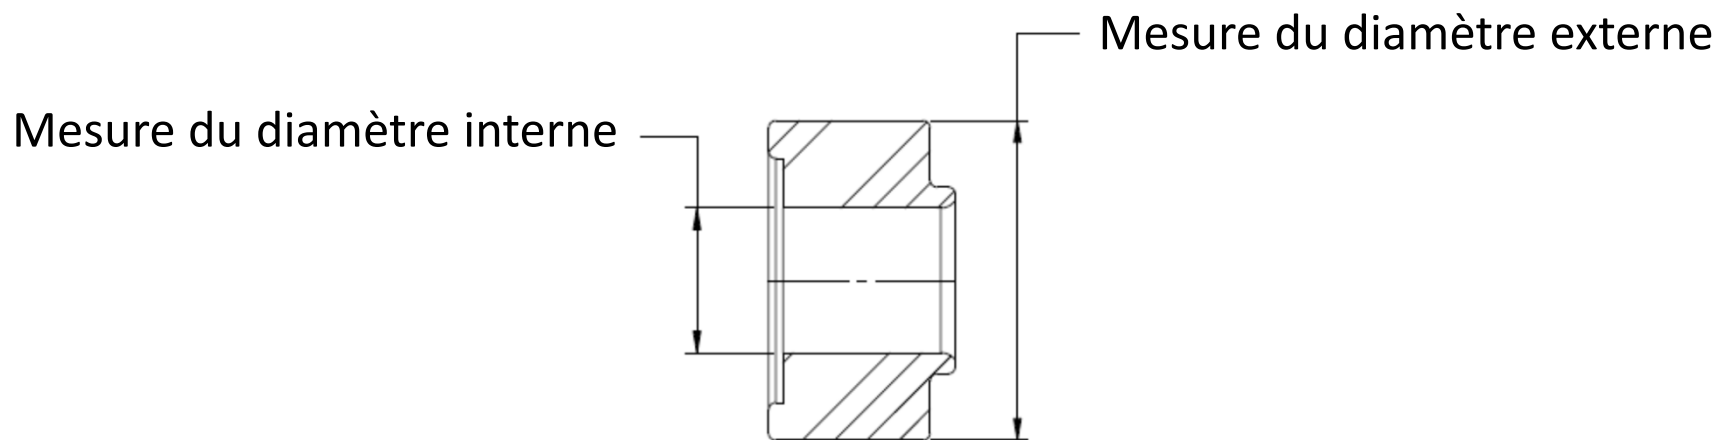

Figure 26
- Le diamètre externe doit être supérieur à 21 mm (voir figure 26)
- Le diamètre interne doit être plus petit que 10.5 mm (voir figure 26)